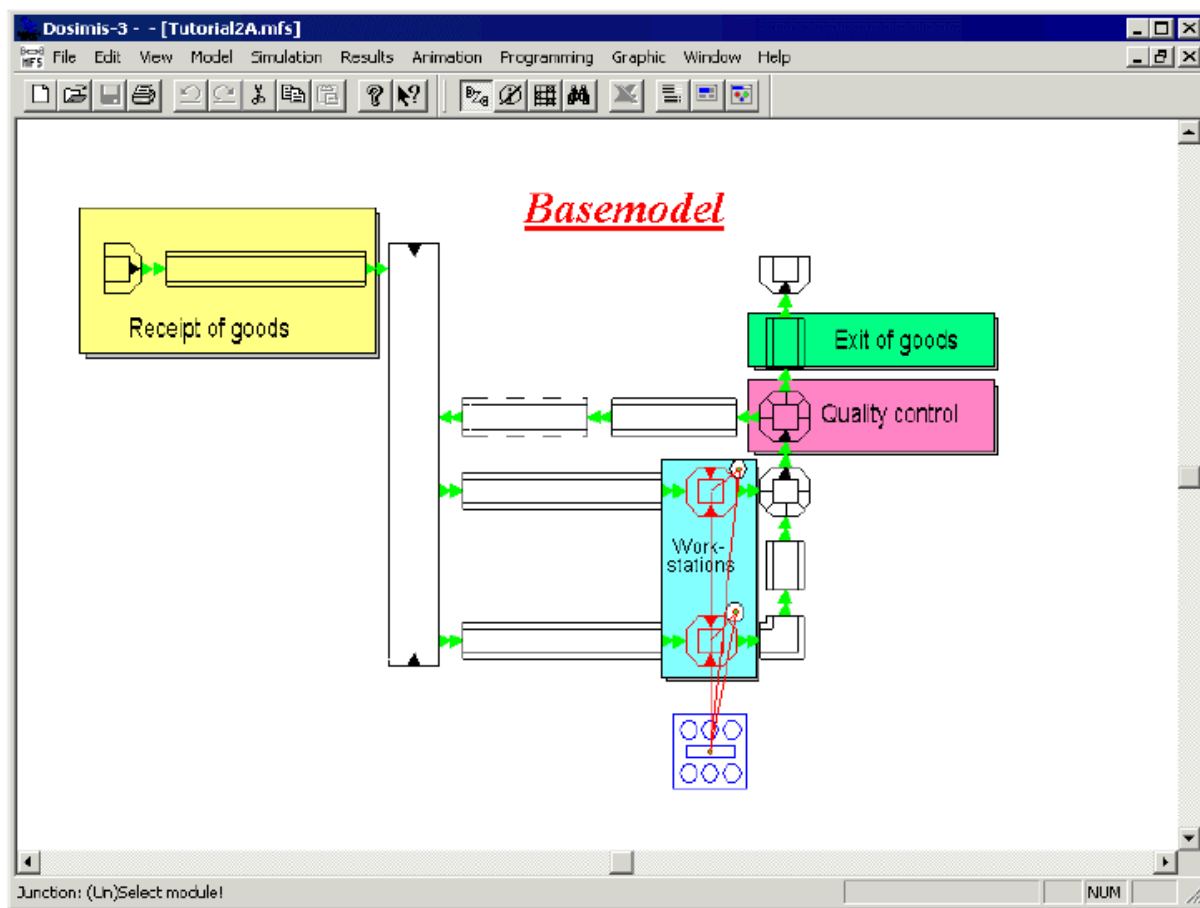

图8.2 加入了工作区的模型
- 按照上述方法在下方的工作站附近添加一个工人模块并且把他们与工作区连接起来。此时模型如图8.2所示。